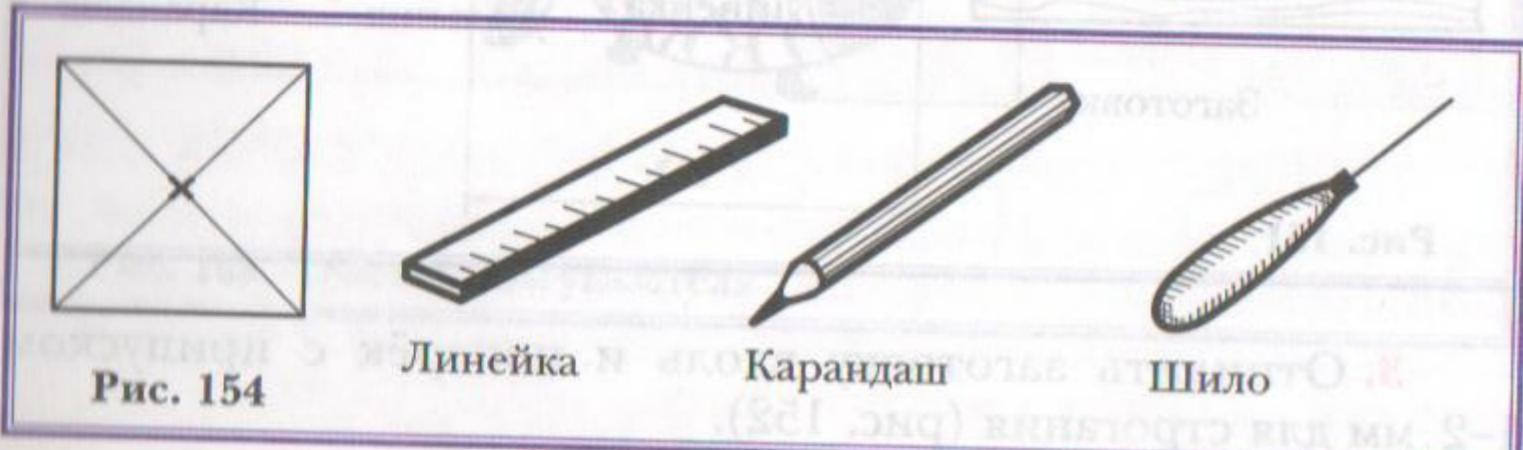

Рис. 154
5. Разметить центр отверстия, наколоть (рис. 154).